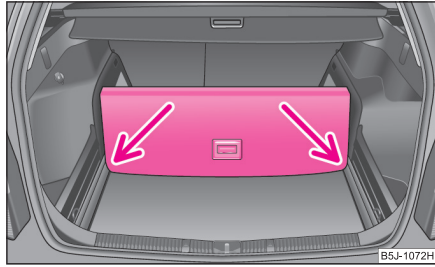

Abb. 10 Gepäckraum unterteilen
- Heben Sie den Teil des Ladebodens mit Griff an und sichern Sie diesen durch einschieben in die Nuten ⇒ Abb. 10. ■